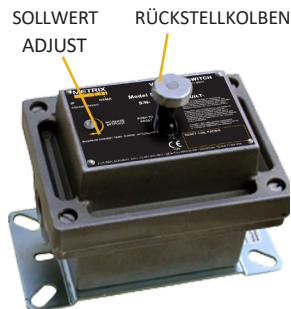

Abbildung 3: MODELL 5550
Die bewegliche Auslöseplatte im Inneren des Schaltergehäuses ist frei auf einem im Wesentlichen reibungsfreien Drehpunkt beweglich und wird durch eine Feder in ihrer nicht ausgelösten Stellung gehalten. Durch Drehen der Einstellschraube für den Sollwert (Abbildung 3) wird die Richtung der Feder und in wesentlich geringerem Maße auch ihre Spannung verändert. Der Federmechanismus übt also eine im Wesentlichen konstante Kraft auf den Auslöser aus, und durch Drehen der Einstellschraube für den Sollwert ändert sich die Richtung dieser Kraft. Durch Drehen der Sollwertschraube im Uhrzeigersinn (CW) wird die Federkraft stärker in die nicht ausgelöste Richtung ausgerichtet (unterhalb des Drehpunkts - siehe Abbildung 1), wodurch das Auslösen des Geräts erschwert wird. Das Drehen der Sollwertschraube gegen den Uhrzeigersinn (CCW) bewirkt das Gegenteil und erleichtert das Auslösen des Geräts.